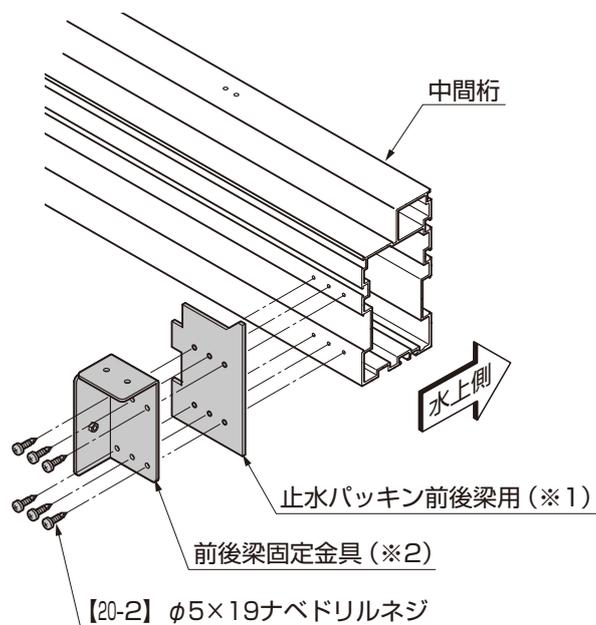
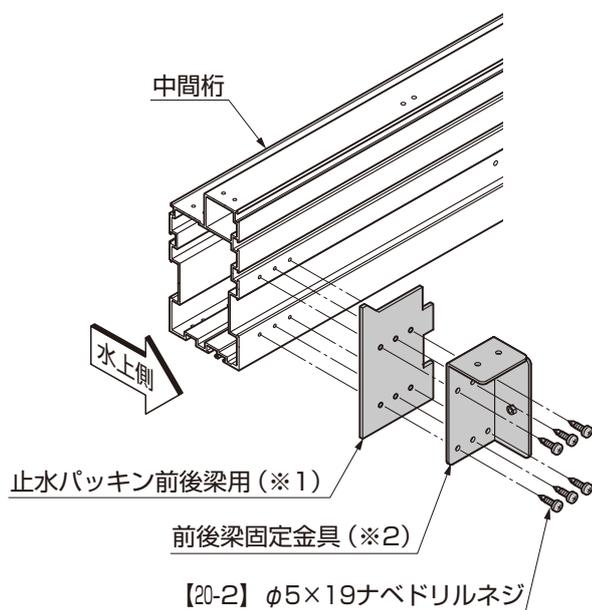
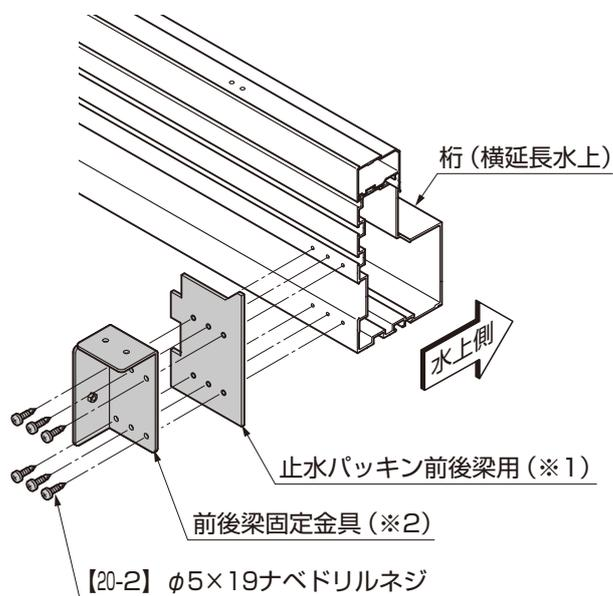

図6-10 B部詳細図 (中間部)
図6-11 C部詳細図 (中間部)
図6-12 D部詳細図 (水上側)
- ①各桁の穴と、止水パッキン前後梁用の穴を合わせ、止水パッキン前後梁用の裏面シール (※1) をはがして、各桁に取付けてください。
- ②各桁に、【20-2】で前後梁固定金具を取付けてください。(図6-9、図6-10、図6-11、図6-12参照)